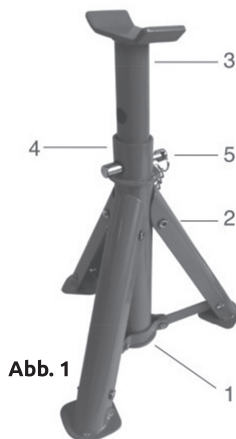

Abb. 1
2. Positionieren Sie den Bock an einer optimalen Stelle unter dem Fahrzeug und stellen Sie ihn auf die gewünschte Hubhöhe ein, indem Sie den Sicherungsstift (5) durch das Mittelrohr (4) und die Mittelsäule (3) stecken. Erst dann können Sie den Bock belasten (Abb. 1).